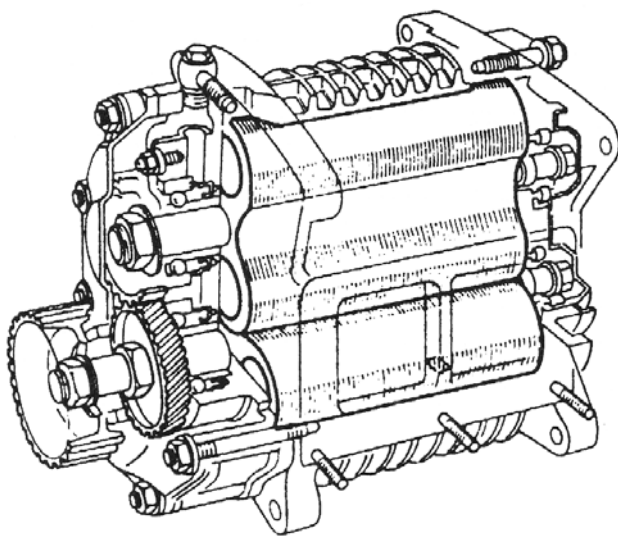

Рис. 3. Схема, демонстрирующая разрез лопастного компрессора.
Воздух поступает в компрессор через окно 1, а в двигатель отводится через окно 2. Два ротора R при своём вращении осуществляют это нагнетание. На рис. 3. видна внутренняя часть компрессора благодаря вырезу части его корпуса. Принципиальный внешний вид показан также на рис. 4. Роторы (2), размещённые на нижнем (1) и верхнем (4) валах, вращаются синхронно благодаря шестерёнчатой передаче (3).